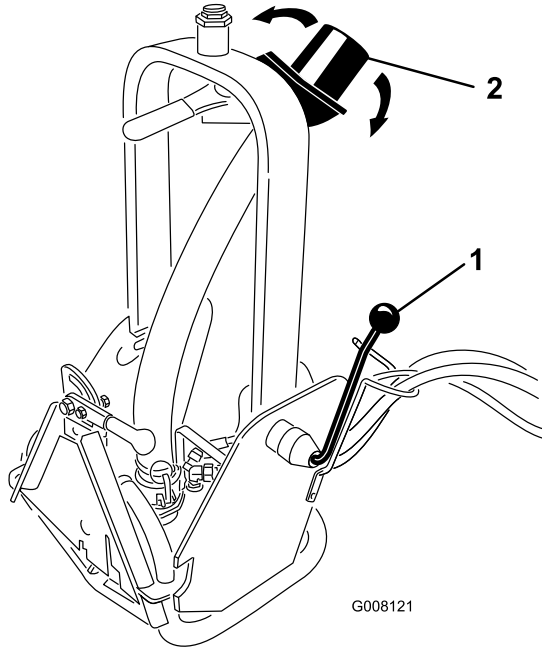

Figura 6
La boquilla de descarga (Figura 6) puede ajustarse hacia arriba y hacia abajo y de un lado a otro para dirigir el caudal al lugar deseado.
- Gire la palanca de bloqueo (Figura 6) para desbloquear la torreta pivotante.